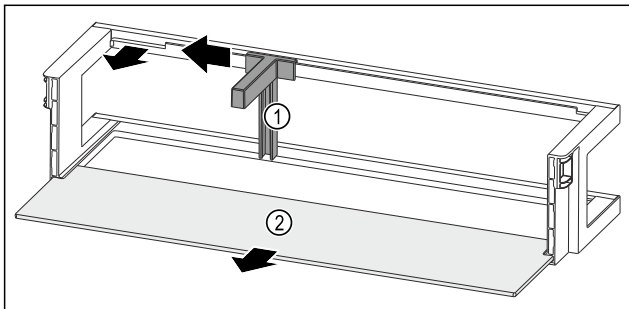

Fig. 98 Рафт на врата с преграда за бутилки и рафт
- ▶ Плъзнете преградата за бутилки Fig. 98 (1) настрани до прореза.
- ▶ Свалете преградата за бутилки Fig. 98 (1).
- ▶ Свалете рафта Fig. 98 (2).